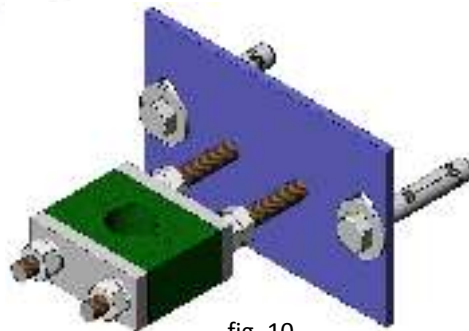

fig. 10
- Se recomienda un soporte-guía de husillo (fig. 10) cada 1,5 m.